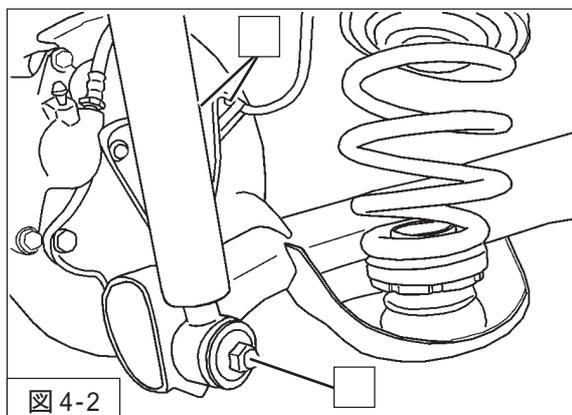

図 4-2
4. アクスルビームをジャッキで下から支えながら、リアダンパーASSY(同梱品) ゴムシート(純正部品) リアスプリング(同梱品) ライドライトアジャスターASSY(同梱品) を車両に取付けてください。(図4-2)
5. ダンパーロア取付ナット(締付トルク: 115N・m) ABSセンサステーボルト(締付トルク: 5N・m)・コネクターを取付けてください。(図4-2)